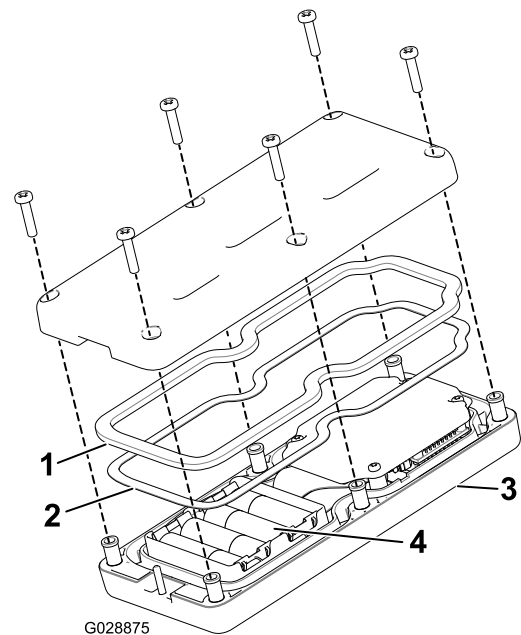

Figure 21
2. Placez les piles dans l'emplacement du logement en respectant la polarité. Les marquages de polarité sont gravés sur le logement pour chaque borne (Figure 21).
3. Veillez à bien engager le joint en acier et le joint en caoutchouc dans la gorge de la télécommande portable puis remettez le couvercle arrière en place (Figure 21).
4. Fixez le couvercle avec 6 vis (Figure 21) serrées à un couple de 1,5 à 1,7 N·m.